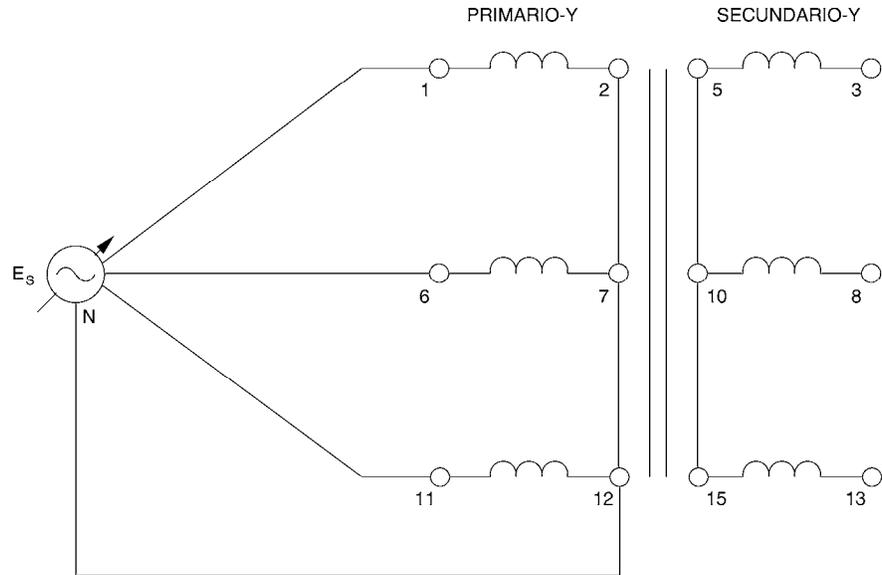

Figura 9-7. Transformador trifásico conectado en estrella-estrella.
13. Apague la Fuente de alimentación. Conecte el módulo Transformador trifásico en configuración estrella-estrella, como lo muestra la figura 9-7.